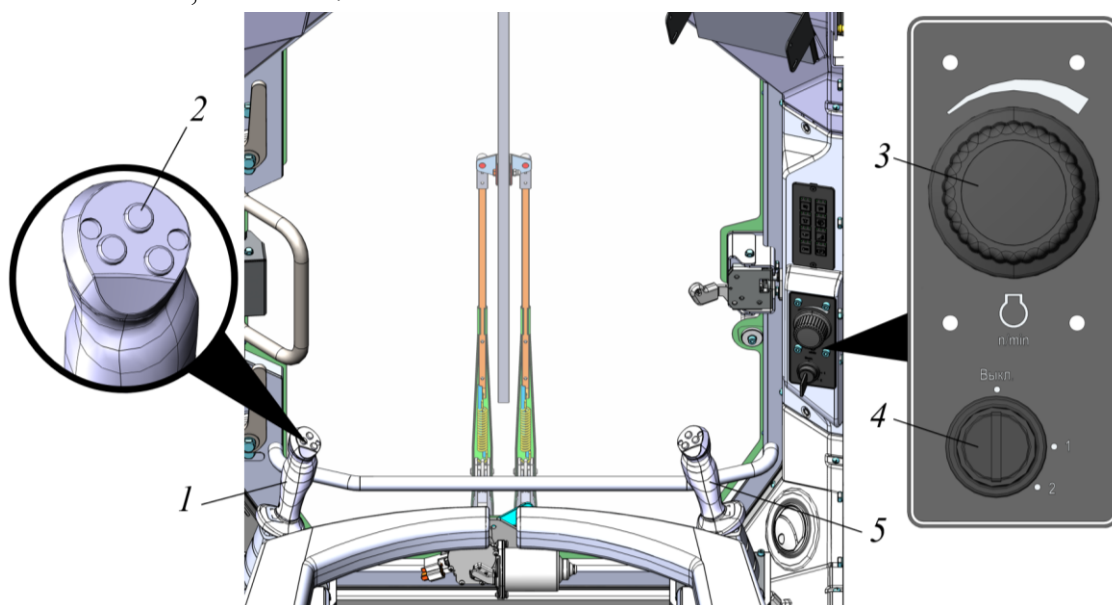

Рисунок 3.49. Органы управления на рабочем месте
Пуск двигателя осуществляется при помощи ключа с замком зажигания (см. поз. 4, рис. 3.49).
- Убедиться в том, что джойстики управления движением поз. 1 и навесным оборудованием поз. 5 находятся в нейтральном положении, см. рис. 3.49.
- Подать короткий звуковой сигнал, нажав кнопку 2 (рис. 3.49) на джойстике управления движением, предупредив окружающих о своих намерениях.
Обороты двигателя регулируются рукояткой (энкодер), расположенной на правой боковой панели, поз. 3, рис. 3.49. Для увеличения оборотов двигателя необходимо рукоятку поворачивать по часовой стрелке, для уменьшения – против часовой стрелки. Рукоятка не имеет крайних фиксированных положений. Вращая рукоятку в разные стороны, Вы не сможете изменить заданные минимальную и максимальную частоты вращения двигателя.
- ▶ Рукояткой 5 (рис. 3.49) установить средние обороты двигателя и дать ему поработать без нагрузки 2-3 мин.
- ▶ Уменьшить обороты двигателя до минимальных холостых и повернуть ключ в замке зажигания (см. поз. 4, рис. 3.49) из положения «I» в положение «0» - двигатель остановится.